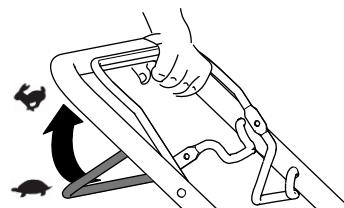

Figure 14
- **Pour engager l'autopropulsion :** serrez et maintenez la barre d'autopropulsion contre le guidon (Figure 14).